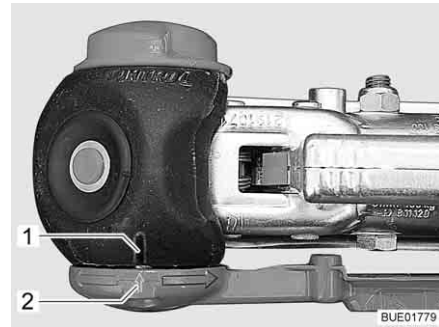

Bild 4 Kontrolle "AKS geschlossen"
- Stabilisierungshebel nach unten drücken, bis die Markierung auf dem Stabilisierungshebel (Bild 4,2) mit der des Stabilisierungsgehäuses (Bild 4,1) übereinstimmt.